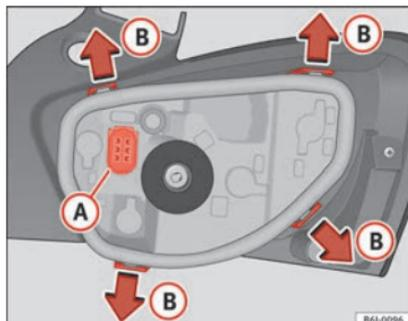

Fig. 106 Substituir lâmpadas das luzes traseiras.
- Retire o porta-lâmpadas, separando-o da carcaça. Para tal, pressione as patilhas **B** no sentido das setas »» **Fig. 106**.